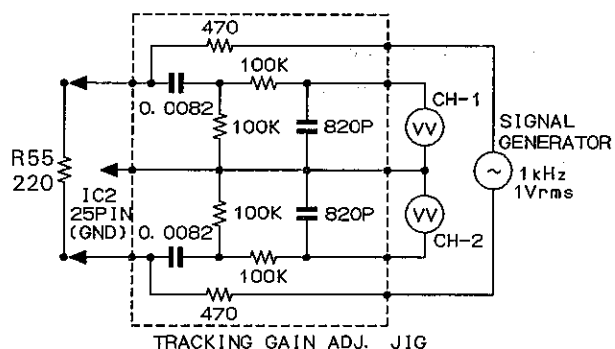

Figure 35-4
*3: Apply sine wave (oscillation frequency 1.0 kHz, 1.0 Vrms) as shown in Figure 35-4.
*3: Eine Sinuswelle wie in Abbildung 35-4 dargestellt zuleiten (Schwingungsfrequenz 1,0 kHz, 1,0 Veff)
*3: Appliquer de l'onde sinusoïdale (fréquence d'oscillation 1,0 kHz, 1,0 Vrms) comme indiqué dans la figure 35-4.